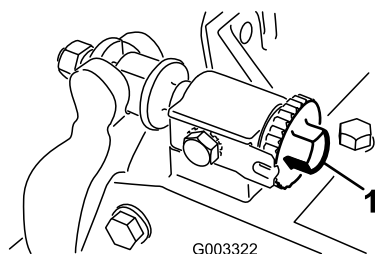
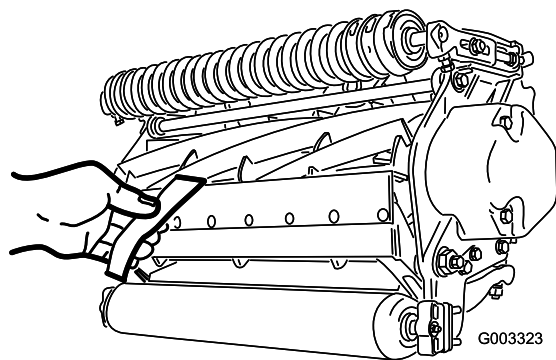

Figura 16
Figura 17
1. Coloque a máquina numa superfície de trabalho plana e nivelada. Não deixe que haja contacto com o cilindro, rodando os parafusos de ajuste da barra de apoio no sentido contrário ao dos ponteiros do relógio (Figura 16).
Importante: Certifique-se de que as porcas nos parafusos da extremidade traseira da barra de apoio não estão apoiadas na superfície de trabalho (Figura 16).
3. Numa das extremidades do cilindro, introduza uma tira de jornal entre o cilindro e a lâmina de corte (Figura 17). Enquanto roda ligeiramente o cilindro para a frente, rode o parafuso de ajuste da barra de apoio (Figura 16) no sentido dos ponteiros do relógio na mesma extremidade do cilindro, uma posição de cada vez, até que o papel esteja ligeiramente apertado, quando inserido pela parte dianteira, paralela à lâmina de corte. Quando puxar o papel, sentirá uma ligeira pressão.
5. Depois de ajustar, verifique se o cilindro aperta o papel quando este for inserido pela frente e se corta o papel quando este for inserido num ângulo recto, relativamente à lâmina de corte (Figura 17). Deve ser possível cortar o papel ao mínimo contacto com a lâmina de corte e as lâminas do cilindro. Se for evidente contacto/pressão excessivos será necessário voltar a polir a unidade de corte para obter pontas afiadas, imprescindíveis para um corte de precisão (consulte o manual de afinação de cilindros e cortadores rotativos Toro, Formulário N.º 80-300PT).